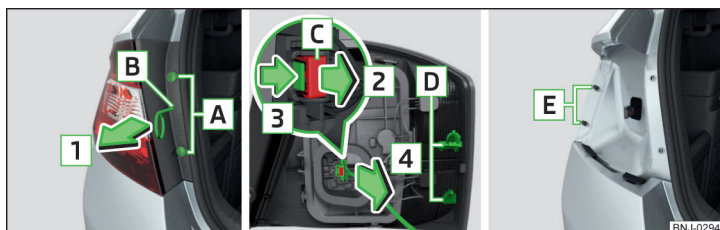

Abb. 311 Leuchte ausbauen / Stecker abziehen
- › Die Schrauben **A** » Abb. 311 mit dem Schraubendreher aus dem Bordwerkzeug abschrauben.
- › Die Verriegelung entgegen der Pfeilrichtung **2** » Abb. 311 sichern.